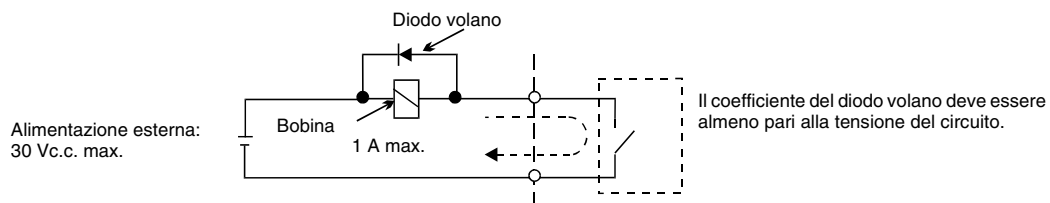

Figura 6 Collegamento del diodo volano
*3. Quando si aziona un carico reattivo, ad esempio la bobina di un relé con alimentazione c.c., inserire sempre un diodo volano come indicato nella Figura 6